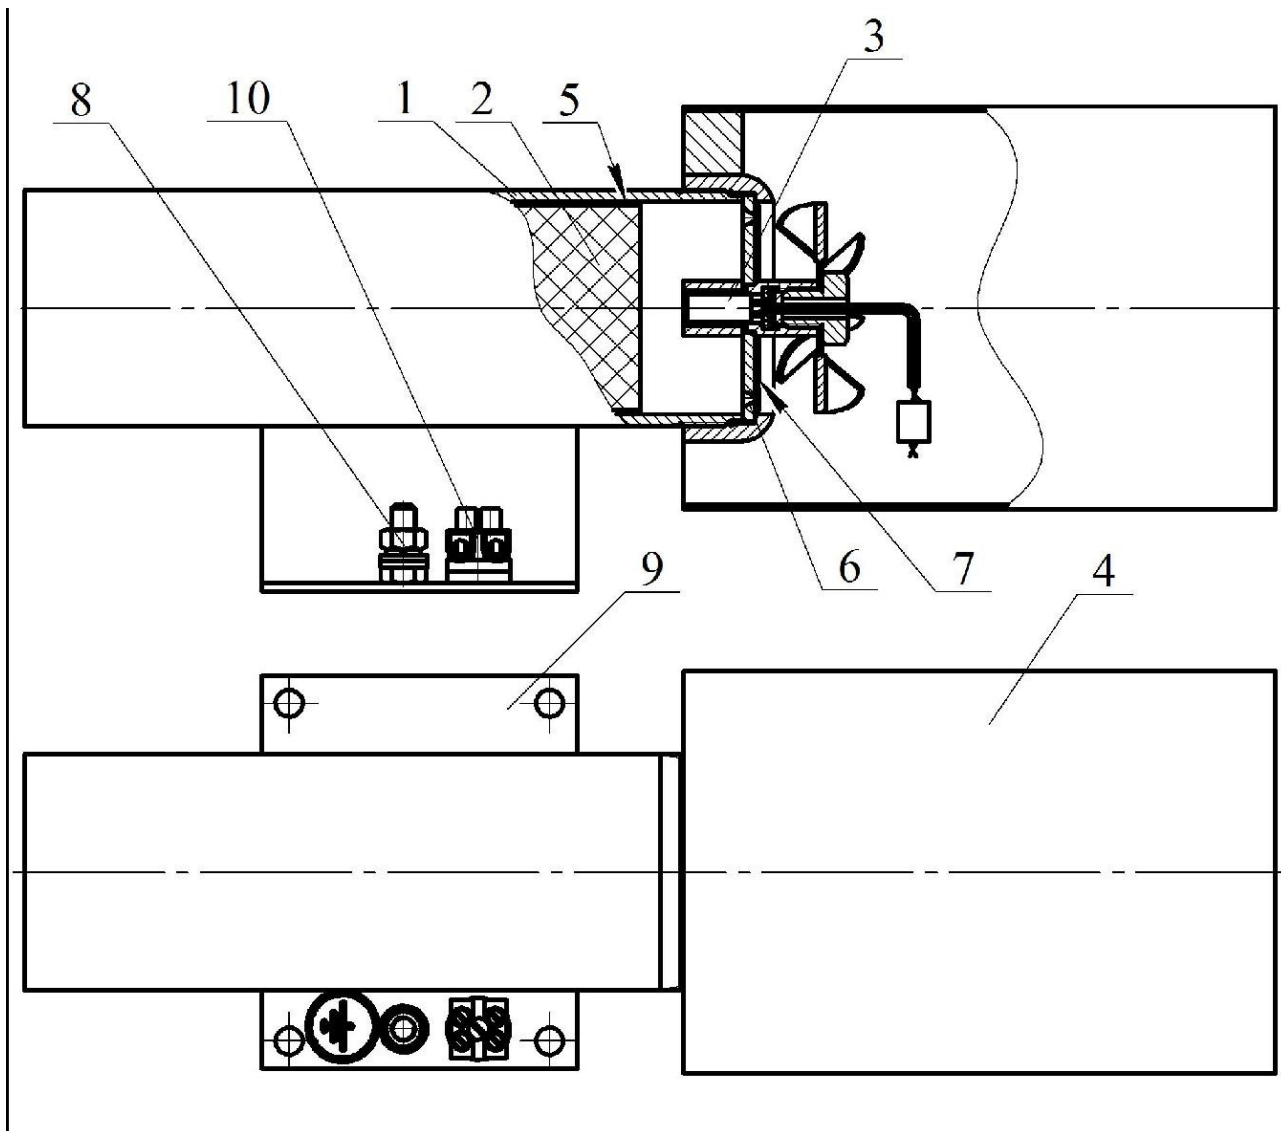

Figura 1
4.1.1. GOA (vezi figura 1) este format din carcasa **1** in care sunt montate incarcatura de formare a aerosolilor **2** ,cu elementul declansator **3** si ejectorul **4**. Incarcatura de formare a aerosolilor este separata de carcasa printr-un capac cu ecranare termica **5**. In discul **6** este practicata o duza destinata evacuarii aerosolilor de stingere prin ejectorul **4**. Duza este obturata cu folia PVC autoadeziva **7**. Generatorul are o borna de impamantare **8**. In partea laterala a carcasei **1** , GOA este echipat cu suportul **9** destinat montarii generatorului pe orice suprafata de sustinere (perete, tavan, pardoseala). Pe suportul **9** este montata o borna de contact cu surub **10** pentru conexiunea cablurilor elementului declansator cu circuitul de activare a dispozitivului de stingere.